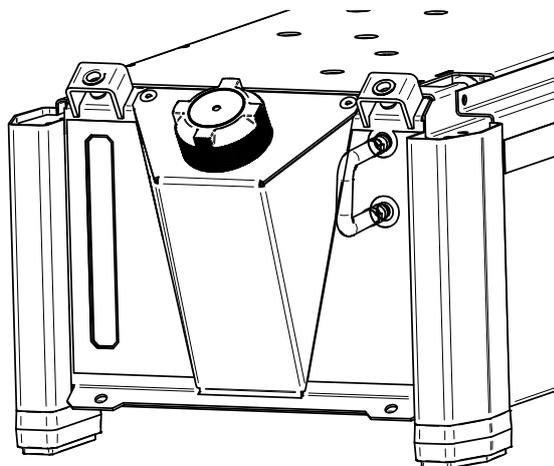

Figure 36
- Branchez le flexible équipé d'un raccord rapide eau (ajouté à l'équipement) aux prises d'entrée et de sortie du refroidisseur (Figure 36).